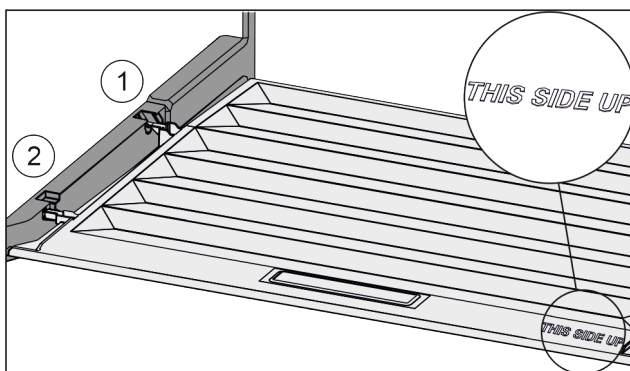

Fig. 153
- Sätt in lockbygeln över öppningen för den bakre hållaren Fig. 153 (1) och fäst den framtill i hållaren Fig. 153 (2).